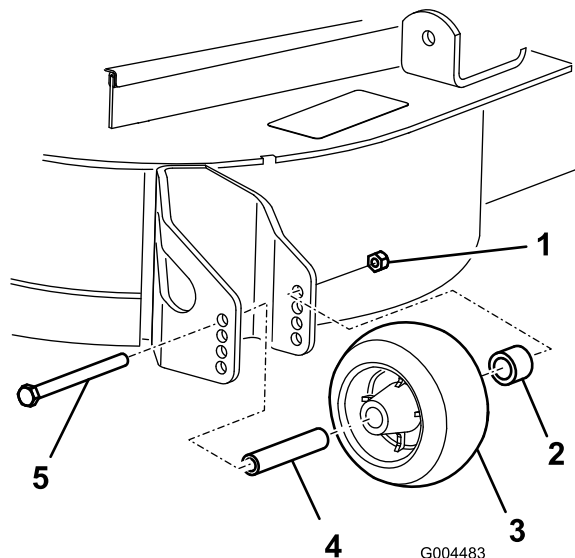

図 8
3. 刈高を変更後、ローラのフランジナット、ブッシュ、スペーサ、ボルトを外して 図 8、ローラの高さ調整を行う。
5. フランジナット、ブッシュ、スペーサ、ボルトを取り付ける。54-61 Nm にトルク締めする 図 8。